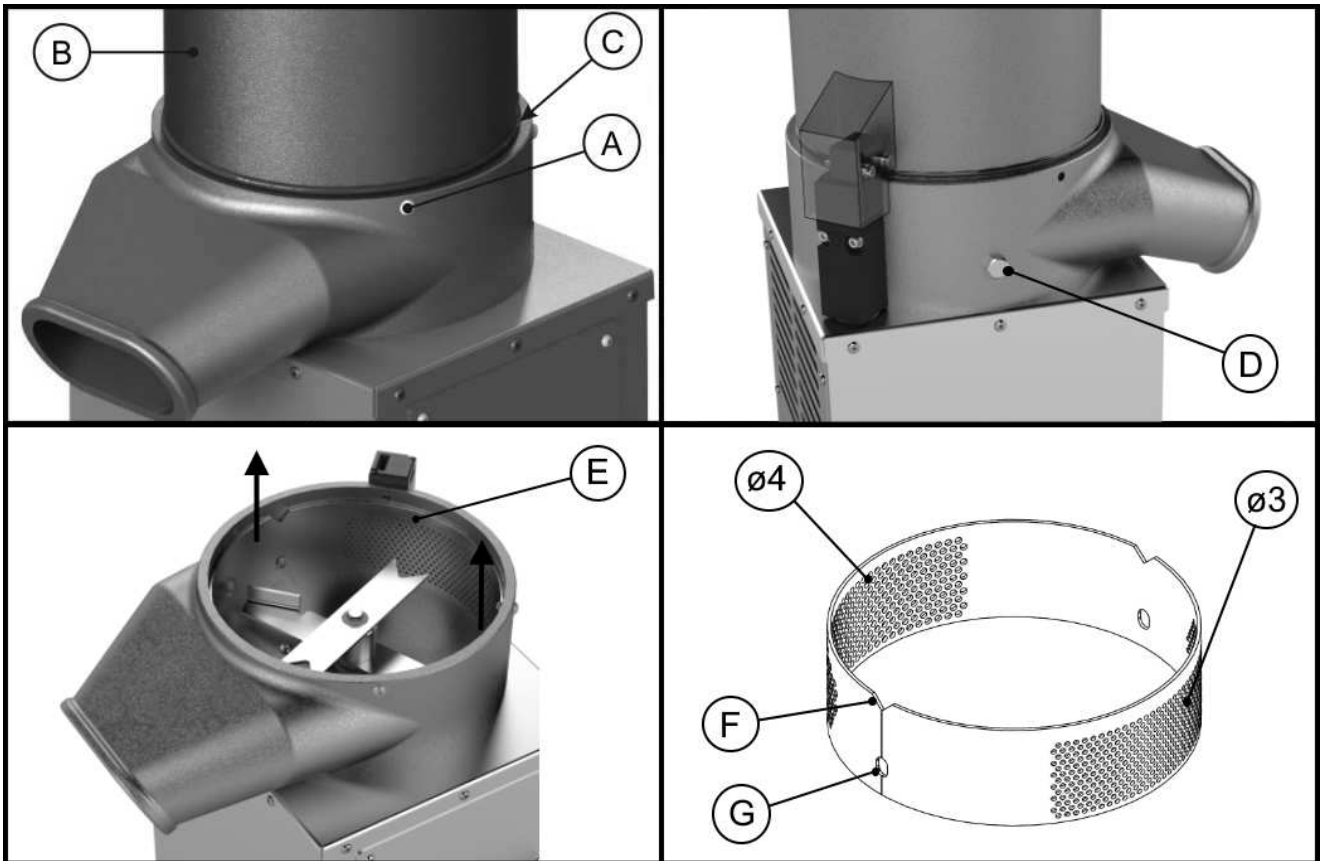

Рисунок 8
- Извлеките воронку из. В Рисунок 8, следуя инструкциям предыдущего раздела;
- Открутите стопорный винт сита из. D Рисунок 8
- Установите и зафиксируйте воронку из. А Рисунок 8, следуя инструкциям предыдущего раздела